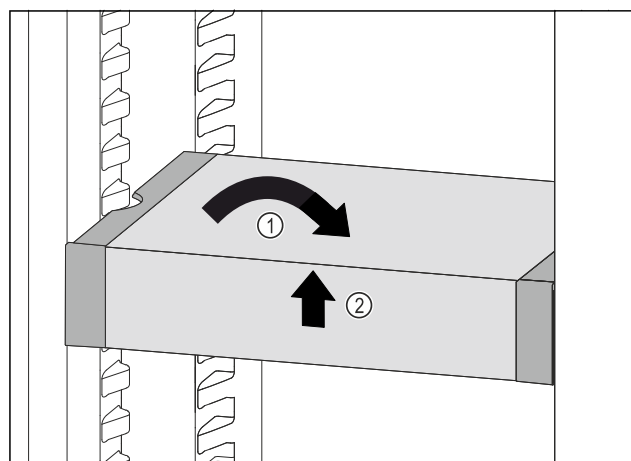

Fig. 240
- Ställ VarioSafe rakt. Fig. 240 (1)
- Lyft VarioSafe framåt. Fig. 240 (2)